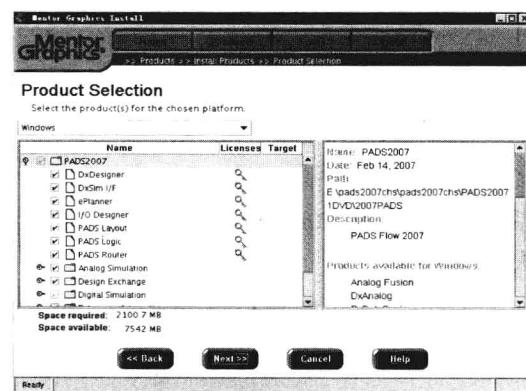

图 1-17 选择安装组件
⑨ 单击 **Next >>** 按钮，进入下一界面，如图 1-17 所示。在该界面中可以选择想要安装的组件，同时在界面的下方列出了安装所需要的磁盘空间大小。如果出现红色提示“WARNING: space required exceeds space available! !”，则表示所要安装的磁盘空间不足，需要回到上一步另外选择安装路径。